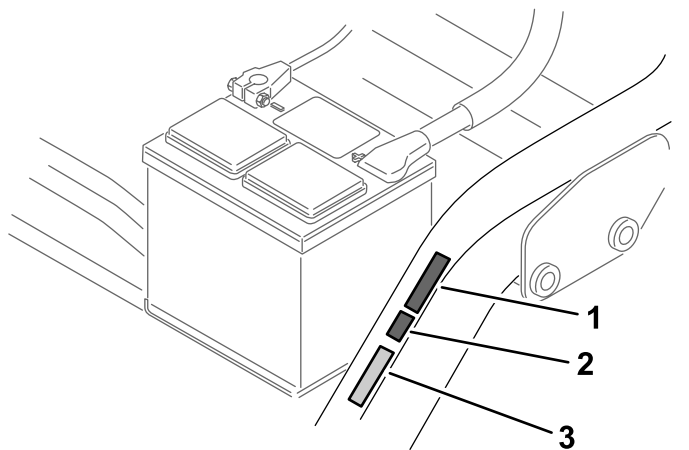

**Figure 16**
- Apposez l'autocollant de sécurité CE (réf. 136-8505) sur l'autocollant de sécurité existant (réf. 136-8506) ; voir Figure 16.